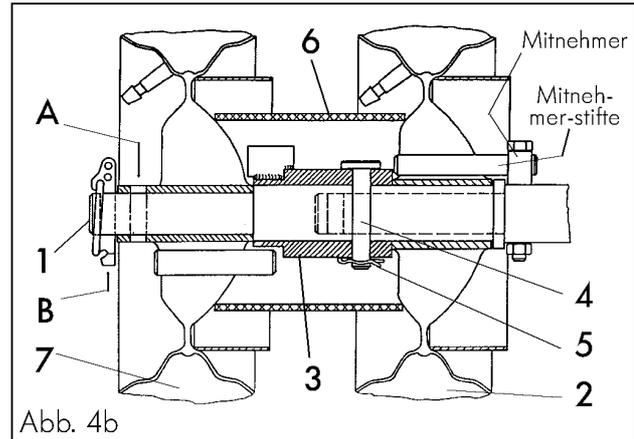

Abb. 4b
4. Mitnehmerhülse (3) aufstecken und mit Bolzen (4) und Federstecker (5) (Abb. 4b) sichern.
5. Wickelschutz (6) aufstecken und anschließend das serienmäßige Rad (7) wieder anbauen und mit Klappsplint sichern.